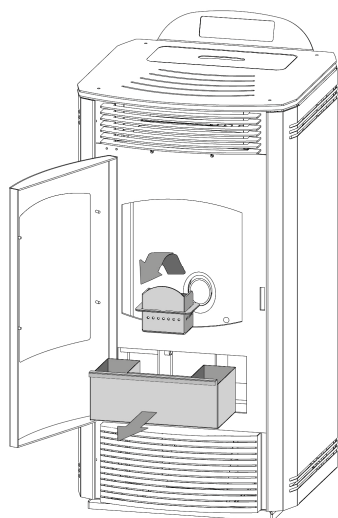

Fig 14.- Limpieza de la estufa
7.13.1.- Estufa con partes cerámicas: Laterales derecha e izquierda de cerámica, desenroscar las dos juntas negras A y B (Fig. 14).
Quitar la parte trasera y el filtro de protección de la red (Fig 14). Preste atención a la parte inferior fija y al conjunto de la red durante la instalación. Después de estas operaciones serán accesibles las siguientes partes metálicas: cóclea/tornillo sin fin del motor, tarjeta electrónica, ventilador, partida del enchufe, interruptor de presión, manual de Stoke. Para reemplazar y / o limpiar el ventilador extractor de humos desenroscar la H. Junta de perforado.